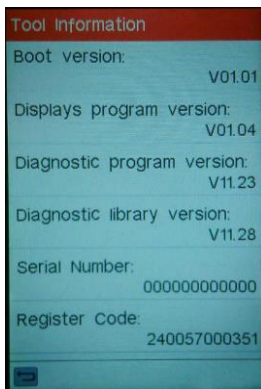

Abbildung 6-3
**Hinweis:** Ihnen wird stark empfohlen, sich die Seriennummer und den Registrierungscode in Abbildung 6-3 zu notieren, da diese 2 Informationen erforderlich werden, wenn Sie Ihr Creader 611/701/801/821/981 registrieren.